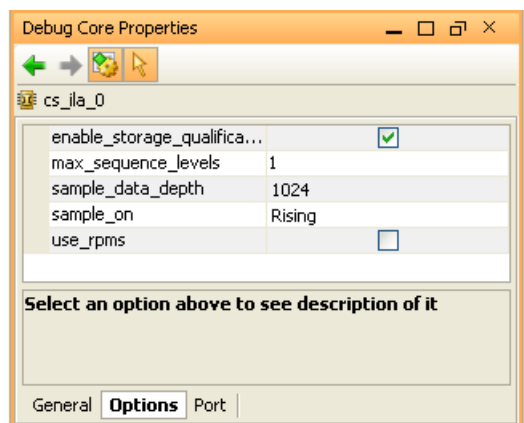

図 12-9：デバッグ コアのパラメーター
2. 384 ページの図 12-9 のように、[Debug Core Properties] ビューで [Options] タブをクリックし、コアのパラメーターを設定します。